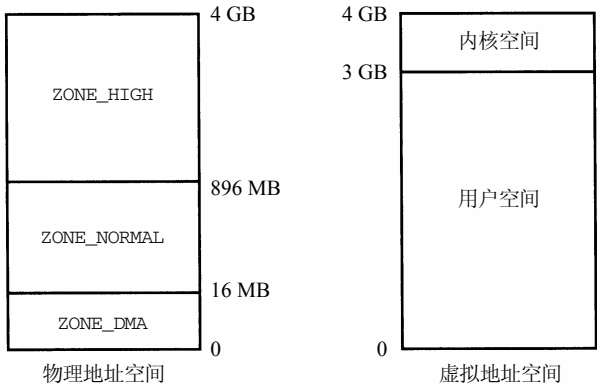

图2-5 32位PC系统上默认的地址空间分布
在32位x86系统上，默认的内核配置会将4 GB的地址空间分成给用户空间的3 GB的虚拟内存空间和给内核空间的1 GB的空间（如图2-5所示）。这导致内核能处理的处理内存有1 GB的限制。现实情况是，限制为896 MB，因为地址空间的128 MB已经被内核数据结构占据^①。通过改变3 GB/1 GB的分割线，可以放宽这个限制，但是由于减少了用户进程虚拟地址空间的大小，在内存密集型的应用程序中可能会出现一些问题。